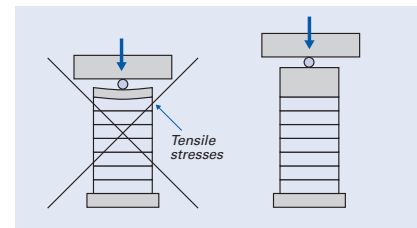

Abb. 58: Richtiges Dimensionieren der Endstücke bei punktförmigem Kontakt
- ▶ Wenn eine Punktlast auf das Endstück des Aktors einwirkt: Dimensionieren Sie das Endstück so, dass seine Dicke der halben Querschnittsabmessung entspricht, um Zugspannungen am Aktor zu vermeiden (Abb. 58).